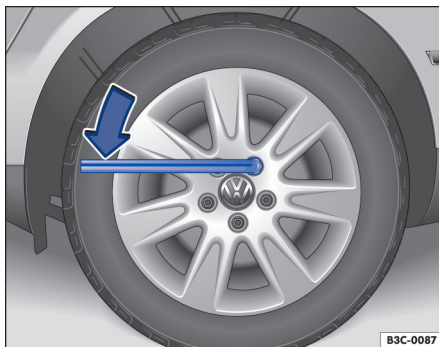

Fig. 260 Troca de roda: soltar os parafusos de roda.
- Encaixar a chave de roda no parafuso da roda até o fim → Fig. 260.